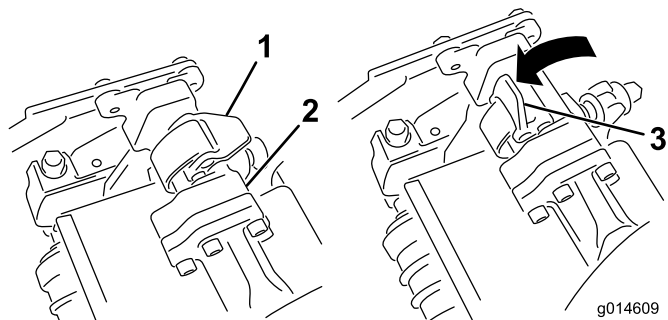
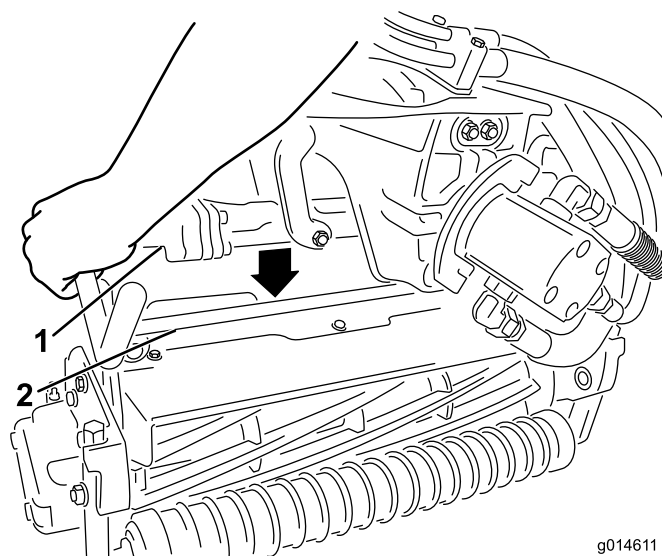

Figura 12
Figura 13
9. Con los enganches del brazo de suspensión orientados hacia arriba (es decir, abiertos) (Figura 12), empuje hacia abajo el brazo de suspensión de modo que la barra encaje en la barra situada en la parte superior de la unidad de corte (Figura 13).
10. Presione los enganches hacia abajo alrededor de la barra de la unidad de corte y bloquéelas (Figura 12).